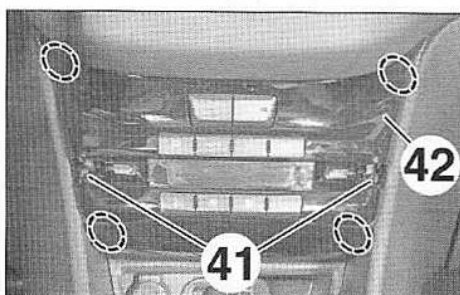
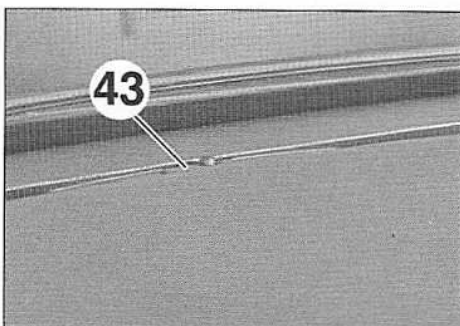

FIG.28
FIG.29
- Déposer les vis (41) (Fig.28).
- Dégrafer le panneau de commande (42).
- Débrancher et déposer le panneau de commande de climatisation (42).
- Dégrafer, débrancher et déposer le capteur de luminosité (43) (Fig.29).